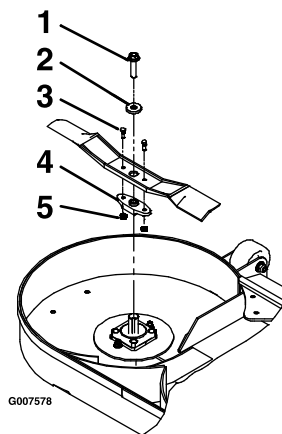

Figure 72
3. Déposez la lame, la rondelle et le boulon de lame qui fixe la lame et son dispositif d'entraînement (Figure 72).
4. Déposez le dispositif d'entraînement de la lame existante (Figure 72).
1. Posez le dispositif d'entraînement sur les lames neuves avec les boulons de cisaillement et les contre-écrous (Figure 72).
3. Posez la lame, la rondelle et le boulon de lame sur l'axe (Figure 72).